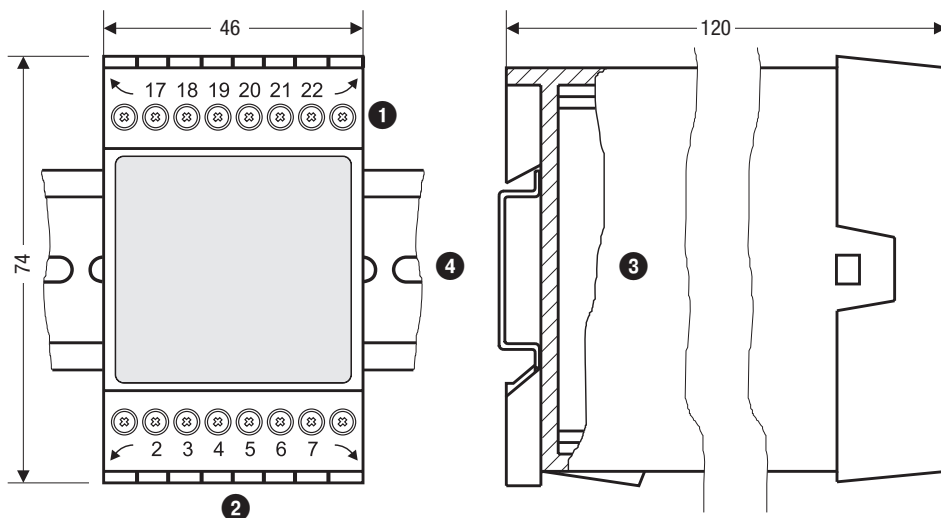

Fig. 1
Der Niveauschalter NRS 1-54, NRS 1-55 wird im Schaltschrank auf einer Tragschiene ④ Typ TH 35, EN 60715 aufgerastet. **Fig. 1**